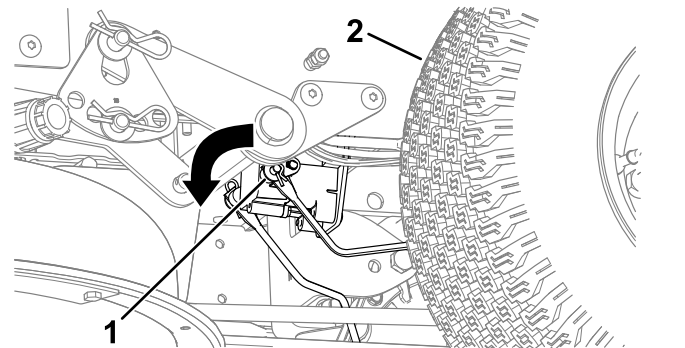

Bild 54
4. Finden Sie die Welle an der elektrischen Bremse, an der die Bremsgestängearme angeschlossen sind (Bild 54).
5. Kippen Sie die Welle nach vorne, um die Bremse zu lösen, wie in Bild 54 dargestellt.